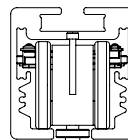

Figura 3: Carrello nella guida
- Montare i connettori con il cavo del caricabatterie sotto la base per il caricabatterie, Figura 3. Utilizzare le viti in dotazione.
- Agganciare la base per il caricabatterie in posizione nel supporto per la stazione di ricarica, Figura 3.
- II. Praticare un foro, diametro 10–12 mm, nella guida, nel punto in cui la spina di sicurezza potrà scorrere verso l'alto e il basso, Figura 3.
- 4) Disporre il sollevatore sulla guida in modo che il lato positivo sul punto di ricarica si trovi sul lato destro, vedere Figura 3.
- 3) Disporre il sollevatore sulla guida in modo che il lato positivo sul punto di ricarica si trovi sul lato destro, vedere Figura 3.